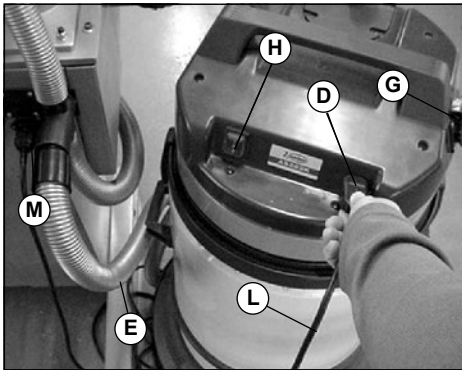

Fig. 5
- Podłącz specjalny kabel L (Rys. 5) do wtyczki D w urządzeniu odpylającym (Rys. 5) i do wtyczki M w okleiniarce (Rys. 5). Miejsce podłączenia kabla może się zmieniać w zależności od modelu okleiniarki.
- Podłącz urządzenie odpylające do źródła zasilania i wciśnij włącznik H (Rys. 5) w pozycję "II". Po ustawieniu w tej pozycji, urządzenie odpylające uruchomi się automatycznie gdy uruchomi się grupa frezująca w okleiniarce i będzie pracowało jeszcze przez około 5 sekund po wyłączeniu się grupy frezującej.
Nigdy nie podłączaj okleiniarki do wtyczki G (Rys. 5) na odkurzaczu.
- Podłącz urządzenie do źródła zasilania i wciśnij włącznik H (Rys. 5).
- Podłącz kabel zasilający elektronarzędzia do wtyczki na elektronarzędzie G w urządzeniu odpylającym (Rys. 5) na górnej części pokrywy.
- Podłącz urządzenie odpylające do źródła zasilania i wciśnij włącznik H (Rys. 5) w pozycję "II". Po ustawieniu w tej pozycji, urządzenie odpylające uruchomi się automatycznie gdy uruchomi się elektronarzędzie.